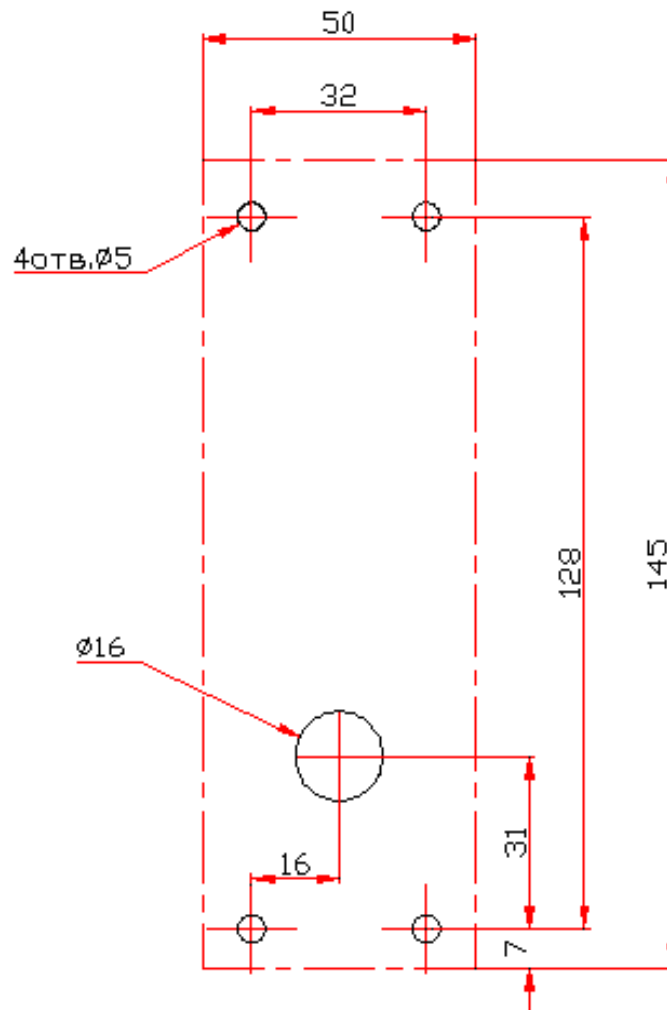

Рисунок 3 — Разметка отверстий для установки контроллера замка PERCo-CL201 (штрих-пунктиром показаны размеры металлического основания)
3. Произведите разметку и разделку отверстий на установочной поверхности для крепления металлического основания и проводки кабеля от контроллера замка PERCo-CL201 (см. рис. 3).